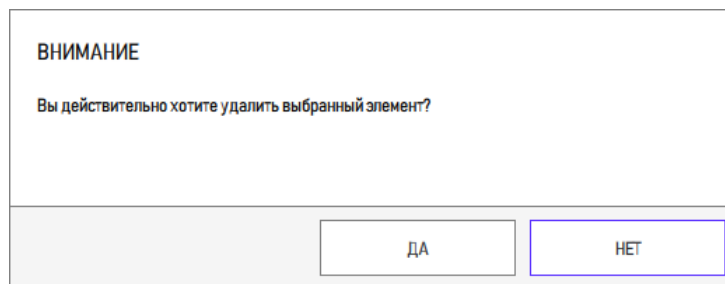

Рисунок 49 – Вид информационного окна для удаления единицы измерения
3) Для подтверждения действия нажать кнопку «Удалить» (рисунок 49).